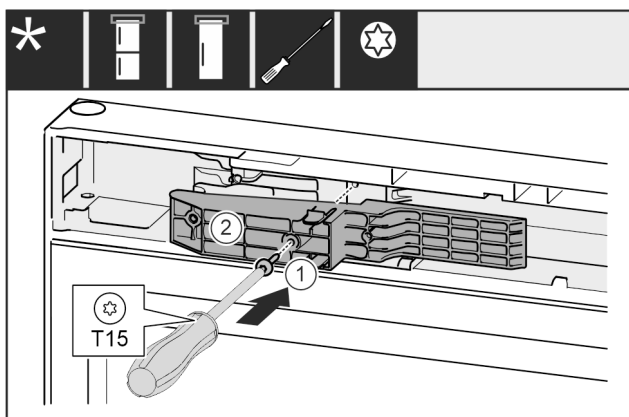

Fig. 50 \*
- Adaptér Fig. 50 (1) na straně rukojeti vložte do výklenku.\*
- Šroubovákem šroub Fig. 50 (2) pevně utáhněte.\*